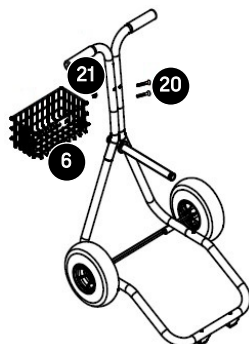

fig. 5
5. Montez le panier en fil (n° 6) sur l'ensemble de la poignée à l'aide de 2 boulons M6 x 40 (n° 20) et 2 contre-écrous M6 (n° 21). Consultez la fig. 5.